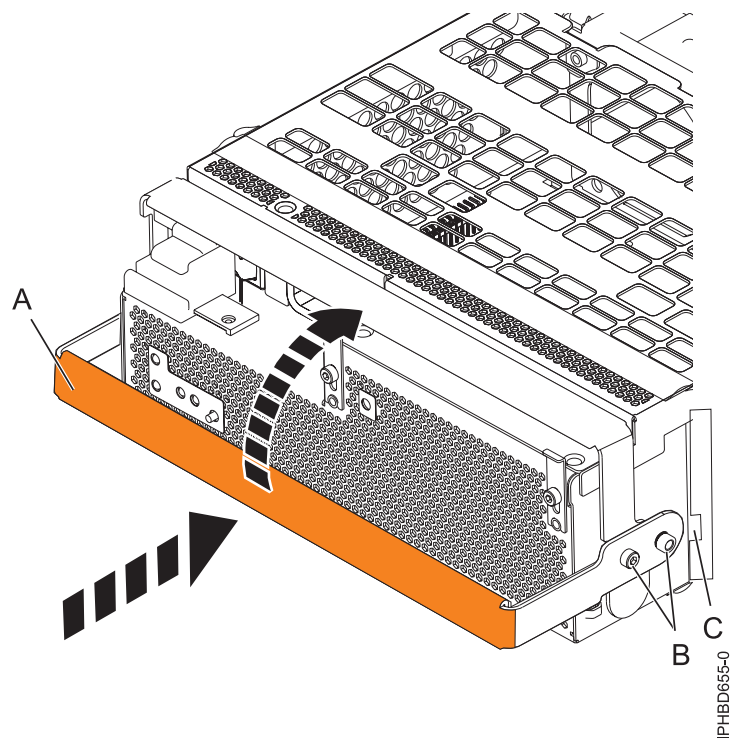

Figura 78. Substitució d'una font d'alimentació
11. Per substituir la font d'alimentació, amb la nansa de bloqueig (A) en posició oberta, empenyeu la font d'alimentació dins la unitat d'expansió com es mostra a la Figura 78 a la pàgina 113.
12. Tanqueu la nansa de bloqueig (A) fins que la font d'alimentació quedi fixada en la seva posició.